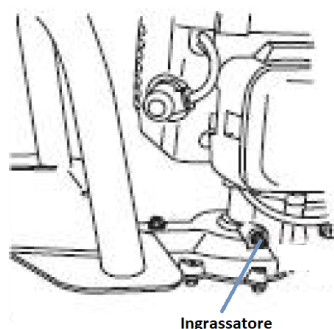

Fig. 11
- Utilizzando una pompa per grasso, alimentare il grasso lubrificante nella scatola degli ingranaggi finché il grasso non fuoriesce dalla base della lama. (Fig.11)